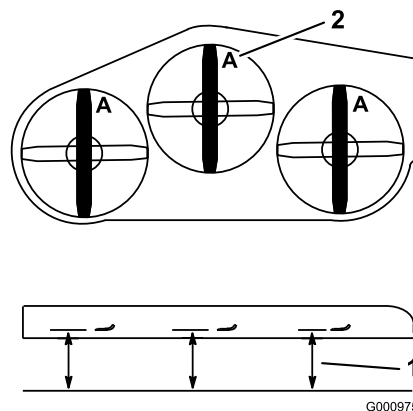

Figure 65
3. Tournez les lames dans le sens longitudinal (Figure 65). Mesurez la distance entre la surface plane et le tranchant (position A) des lames (Figure 65) et notez cette valeur.